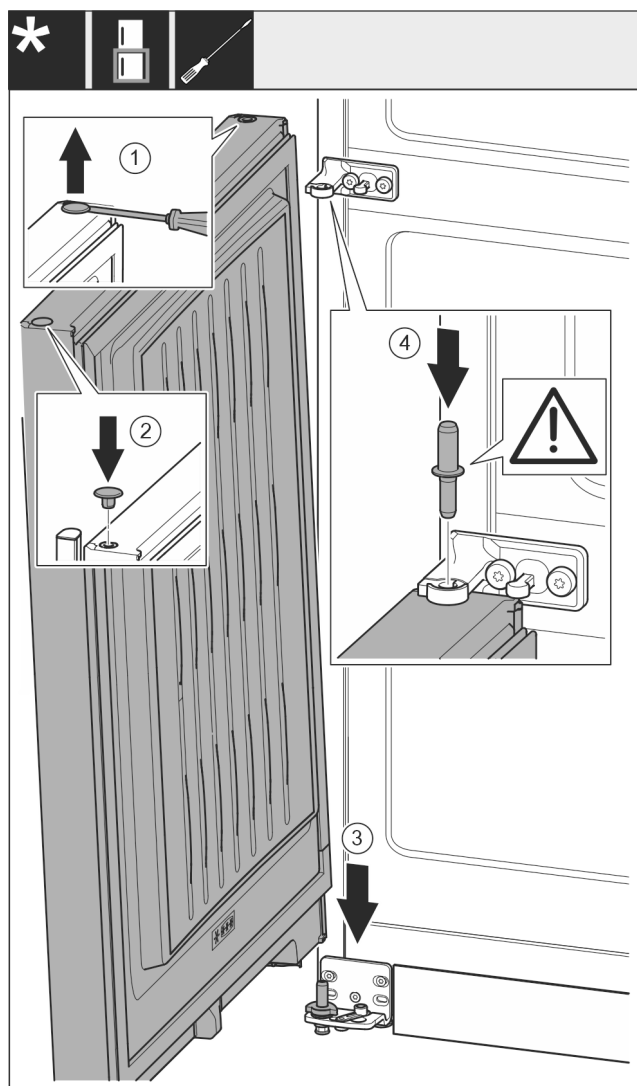

Fig. 54
- 将堵头 Fig. 54 (1) 用带槽螺丝刀小心地提起并将其拉出。
- 将堵头 Fig. 54 (2) 重新放入门的另一侧。
- 将冰箱门 Fig. 54 (3) 从上方将放在下面的轴承螺栓上。
- 将中间轴承螺栓 Fig. 54 (4) 通过中间托架放置在冰箱下方门内。同时注意止动凸轮需指向后方。